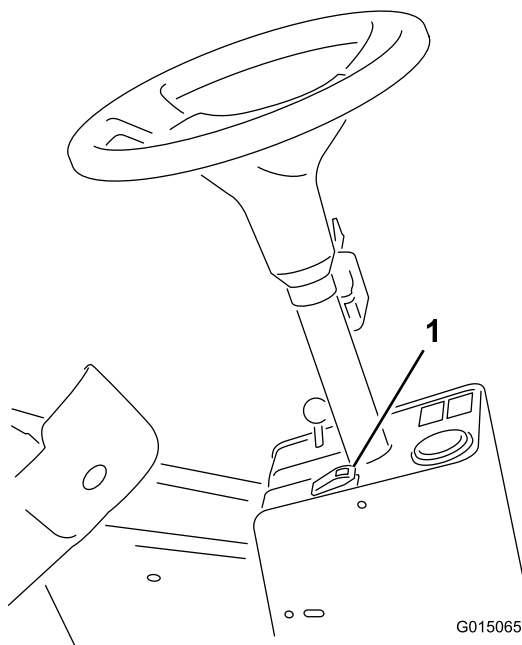

Figure 14
2. Poussez l'interrupteur des feux de détresse (Figure 14) en position de marche pour allumer les feux de détresse avant et arrière.